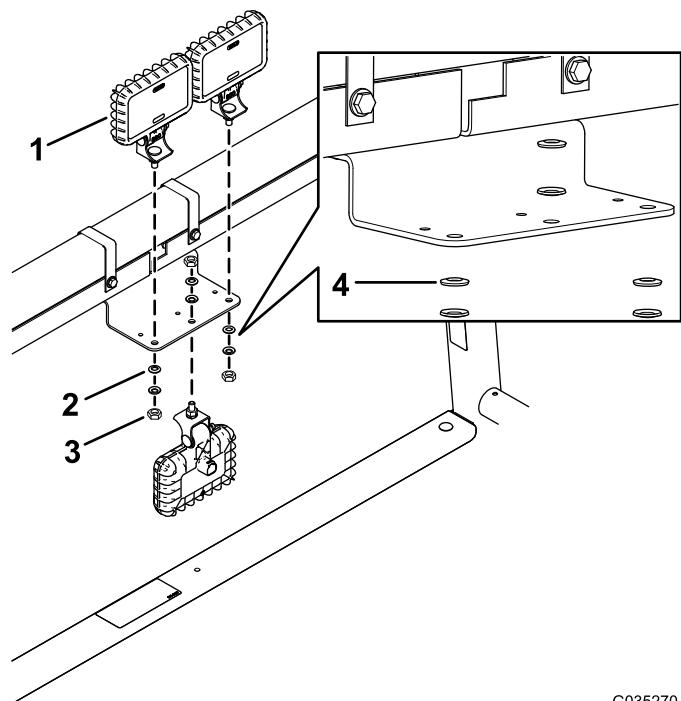

图5
3. 用 3 个凸缘螺母 (已安装到 LED 工作灯上) 和 6 个弹簧垫圈，将 3 个 LED 工作灯安装到工作灯支架上 (图5)。
注意： 确保每个弹簧垫圈都按照凸面朝向凸缘螺母的方向安装，如图5 所示。